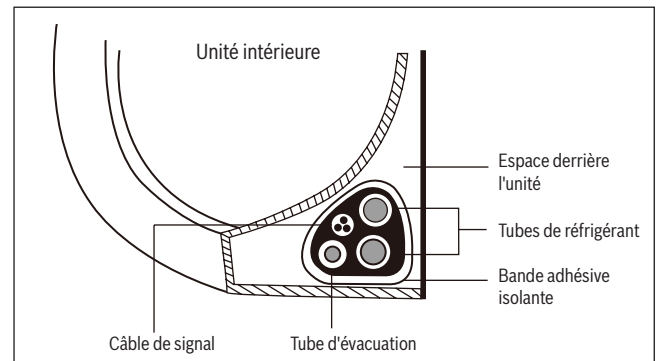

Fig. 16.
- Rassembler le tuyau d'évacuation, les tuyaux de réfrigérant et le câble de communication en fonction de la fig. 16.
- Utiliser de la bande adhésive isolante pour envelopper fermement ensemble le câble de communication, les tuyaux de liquide de refroidissement et le tuyau d'évacuation. Vérifier à nouveau que tous ces éléments sont rassemblés en faisceau selon la fig. 16.